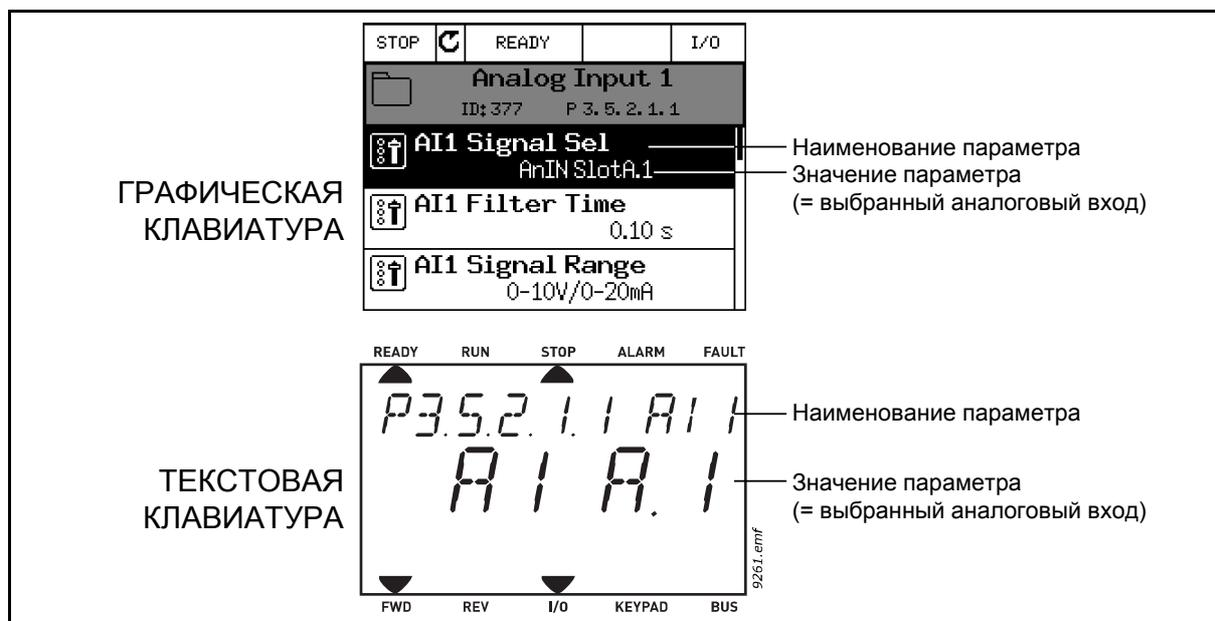

Рис. 62.
2. Приложение перешло в режим редактирования, о чем свидетельствует мигающее и подчеркнутое значение гнезда DigIN SlotA. (Если доступно больше дискретных входов, например на дополнительных платах, которые установлены в гнезда C , D или E , эти входы также можно выбрать.) См. рис. 62.	2. Приложение перешло в режим редактирования, о чем свидетельствует мигающая буква d . (Если доступно больше дискретных входов, например на дополнительных платах, которые установлены в гнезда C , D или E , эти входы также можно выбрать.) См. рис. 62.